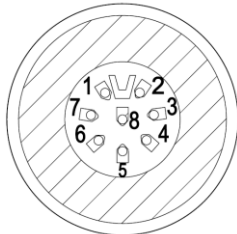

Abb. 2: Anschluss Glühlampe (HL 1.x) an Kabelstecker 8-pol.
- Glühlampe (HL 1.x) durch Neuen ersetzen (Anschluss Kabelstecker → Abb. 2).